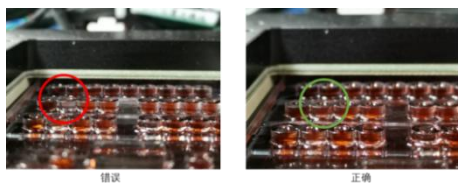

图 17
5. 检查制备卡各试剂孔。若发现试剂孔突起的位置不是红色，如下图 17 左侧图片所示，则调整移液枪为该孔加液体积，缓慢抽出试剂，再次缓缓加到制备卡上，直到试剂孔突起位置转为红色，如图 17 右图所示。